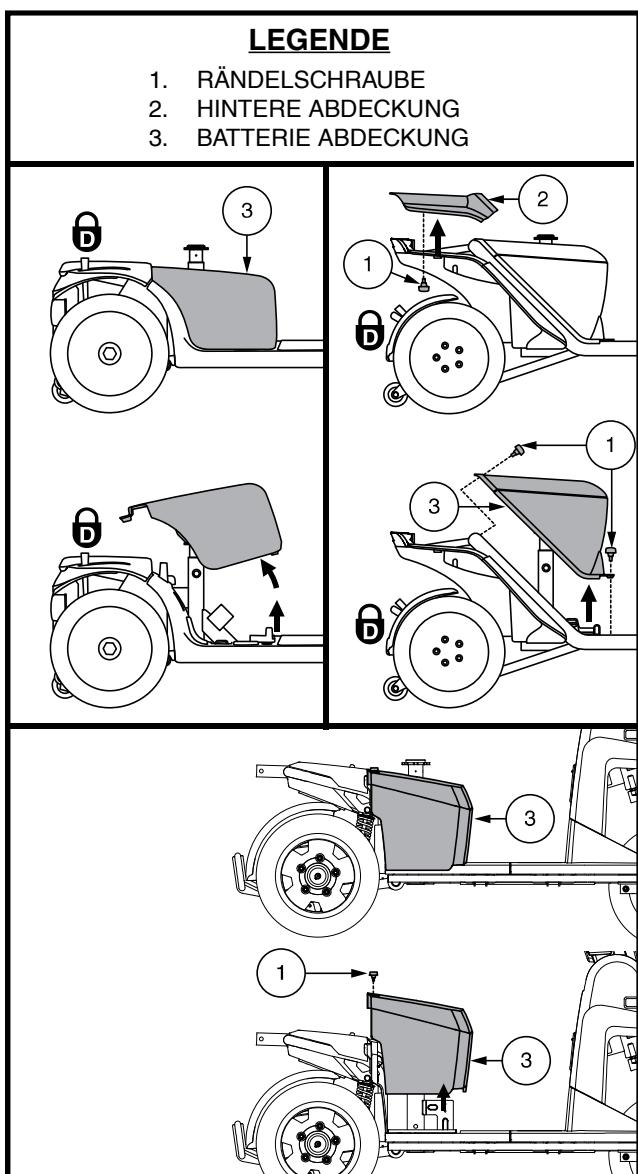

Abb. 15. Entfernung/Ersetzung der Abdeckung
1. Entfernen Sie den Sitz und die hintere Abdeckung. Siehe Abb. 15.
- a.) Für Modelle 614 und 714, entfernen Sie die Batterieabdeckung indem Sie die zwei (2) Rändelschrauben, die es am Scooter Rahmen befestigen, abschrauben und die Abdeckung hoch und vom Scooter heben. Siehe Abb. 15.
- b.) Für Modelle 614 und 714, entfernen Sie die Batterieabdeckung indem Sie die vier (4) Rändelschrauben, die es am Scooter Rahmen befestigen, abschrauben und die Abdeckung hoch und vom Scooter heben. Siehe Abb. 15.